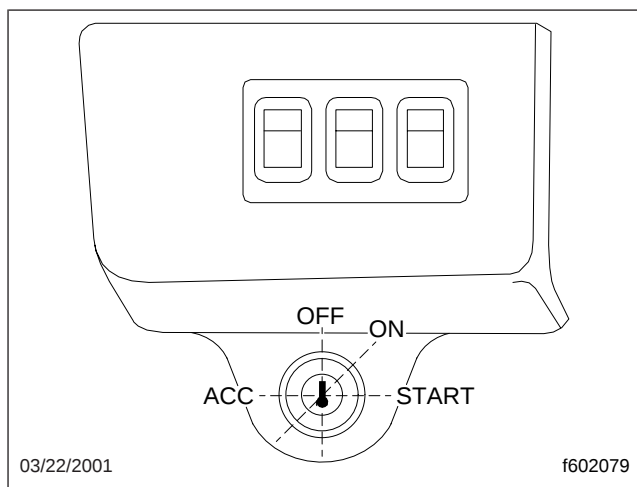

Figura 7.6, Posiciones del interruptor de ignición
1. Ponga el interruptor de ignición en la posición de encendido (ON). Vea la **Figura 7.6**. Todos los medidores electrónicos de la ICU (unidad de control de instrumentos) hacen un recorrido completo de sus diales y vuelven a cero, las luces de advertencia e indicadores se iluminan, y el zumbador suena por 3 segundos.
1. Ponga el interruptor de ignición en la posición de encendido (ON). Vea la **Figura 7.6**. Todos los medidores electrónicos de la ICU (unidad de control de instrumentos) hacen un recorrido completo de sus diales y vuelven a cero, las luces de advertencia e indicadores se iluminan, y el zumbador suena por tres segundos.
1. Ponga el interruptor de ignición en la posición de encendido (ON). Vea la Figura 7.6. Todos los medidores electrónicos de la ICU (unidad de control de instrumentos) hacen un recorrido completo de sus diales y vuelven a cero, las luces de advertencia e indicadores se iluminan, y el zumbador suena por tres segundos.
Ponga el interruptor de ignición en la posición de encendido (ON). Vea la Figura 7.6.
El precalentador del aire de admisión se activa girando el interruptor de la ignición a la posición de encendido (ON). Vea la Figura 7.6. Si el motor está a la temperatura normal, el indicador INTAKE HEATER se apaga después de dos segundos.